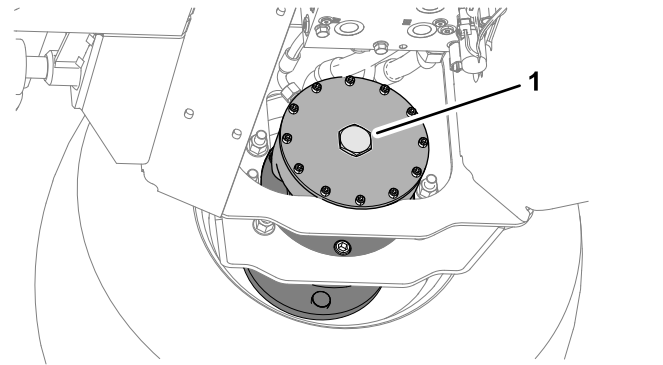

Figure 49
2. Remettez en place le bouchon hexagonal dans la plaque d'extrémité du moteur (Figure 49).
6. Rangez les 2 boulons (12 x 40 mm) et les 2 rondelles (12 mm) dans les longerons de support de la plate-forme (Figure 49).